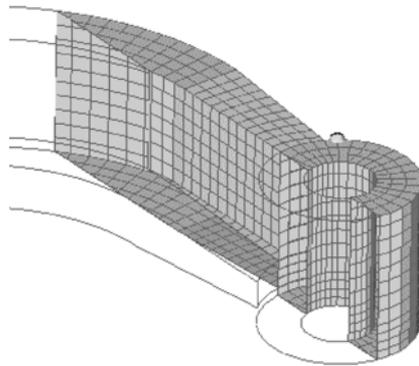

图 5-42 模型切面显示
(3) 选择所有组件或选择 comps>all。
(4) 单击 select 按钮, 完成组件选择并返回 faces 面板。
(5) 单击 find faces 按钮。
- (6) 在模型浏览窗口关闭所有组件几何显示。
- (7) 关闭除 faces 组件外所有组件网格单元的显示。
- (8) 单击 return 按钮退出当前面板。
- (9) 在 Post 页面进入 hidden line (或直接按〈F1〉键)。
- (10) 进入 cutting 子面板。
- (11) 激活 xz plane 和 trim plane 选项。
- (12) 单击 fill plot, 此时图形区的面以切面形式显示, 因此可以看到模型内部网格情况。
- (13) 在切面位置处单击, 按住鼠标左键不放并移动鼠标, 此时切面将通过模型。通过这一功能可以看到模型内部任何一个单元。如图 5-42 所示, 在 boss 和 arm 之间, 将看到有些单元并没有真正连接, 因此需要进一步处理。